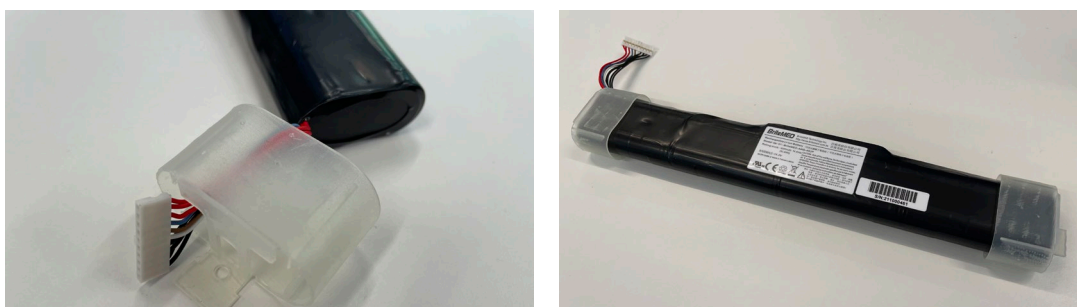

Bild 18 Montera batterilocken enligt pilarna
d) Montera batterilocken på det nya batteriet (bild 18)